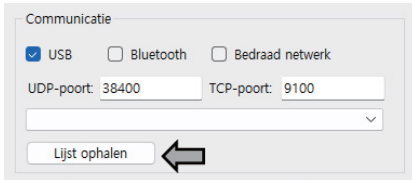

Bild 2
② När du har startat installationsprogrammet klickar du på "Hämta lista" för att identifiera skrivarens USB-anslutning (se bild 2 och 3).